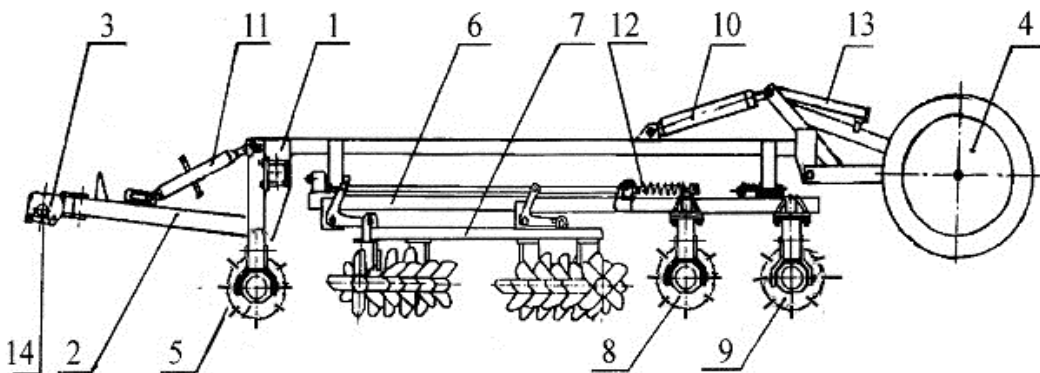

Рисунок 1 – Структурная схема АКШ – 3,6 – 02
Агрегат АКШ-3,6-02 в соответствии с рисунком 1 является полунавесной машиной с секционным расположением почвообрабатывающих рабочих органов. Она состоит из несущей рамы 1, сницы 2, прицепного устройства 3, колесного хода 4, двух передних катков 5, двух секций с рабочими органами и гидросистемы 10 (см. рис.1). На раме секции
При транспортных переездах агрегата с трактором выдвинутый из гидроцилиндра шток зафиксировать упором 13 (рис.1).
5.7 Приподнять сницу 2 (рис.1) грузоподъемным средством и соединить талреп с кронштейном рамы несущей 1.